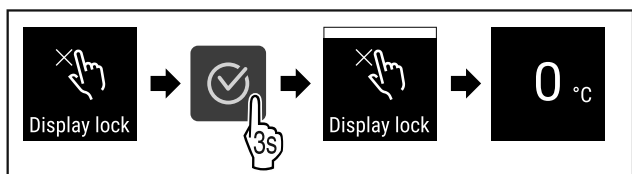

Fig. 44
- ▶ Wykonać czynności (patrz Fig. 44).